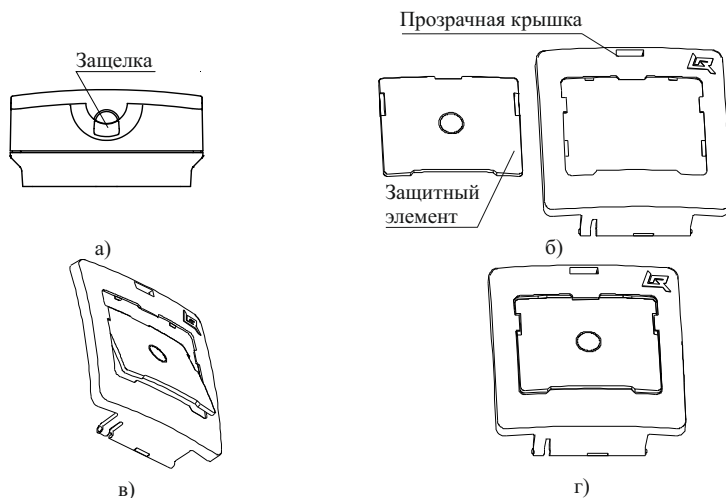

Рисунок 4
5.7 Для установки защитного элемента необходимо открыть прозрачную крышку, поддев защелку в верхней части корпуса острым предметом (рисунок 4, а). Далее прозрачная крышка показана отдельно от корпуса (снимать крышку с корпуса УДП не следует). Защитный элемент в положении, показанном на рисунке 4, б), ввести верхней кромкой в середину выреза прозрачной крышки (рисунок 4, в) и, повернув, совмещая плоскости, защелкнуть нажатием на кромки защитного элемента (рисунок 4, г). Закрыть прозрачную крышку.